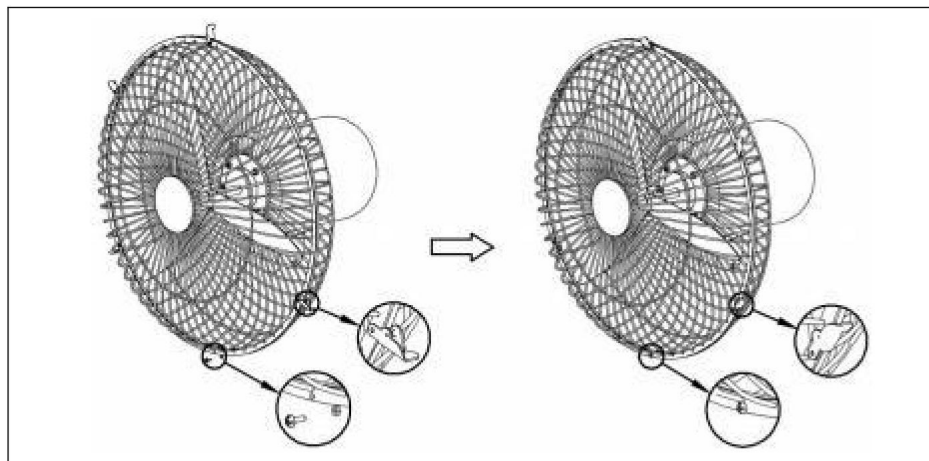

Abb.7.
3). Richten Sie die Schraubenlöcher an der Unterseite des vorderen und hinteren Gitters aus, befestigen Sie dann die Knöpfe oben an der vorderen Gitterabdeckung an der hinteren Gitterabdeckung, befestigen Sie alle Knöpfe der Gitterabdeckung (2) und verriegeln Sie schließlich die Sicherheitsschrauben (18).).Siehe (Abb.7.)